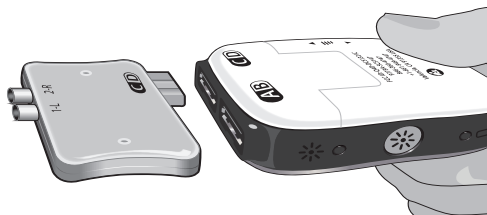

Figura 8: Collegamento dell'adattatore ETS allo stimolatore di prova esterno 2
3. Collegare l'adattatore ETS alla presa dello stimolatore di prova esterno 2 etichettato "CD" (Figura 8).